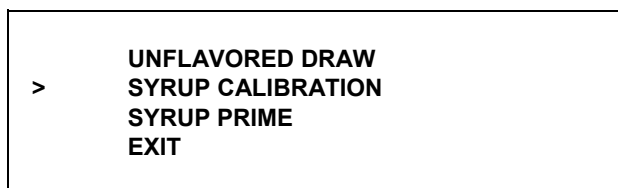

Рисунок 44
2. Нажмите на символ ✱ (АВТО) или символ ☉ (ДОПОЛНИТЕЛЬНЫЙ СИРОП), чтобы перевести стрелку к опции КАЛИБРОВКА СИРОПА. (См. рис. 44)